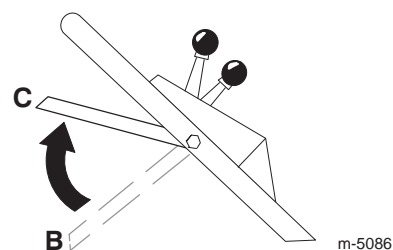

Bild 14
3. Heben Sie die Steuerstange in die mittlere Stellung, d.h. ca. 13 cm unter den Griff an; (Stellung C in Bild 14).
4. Lassen Sie die Steuerstange los (Position B in Bild 14).